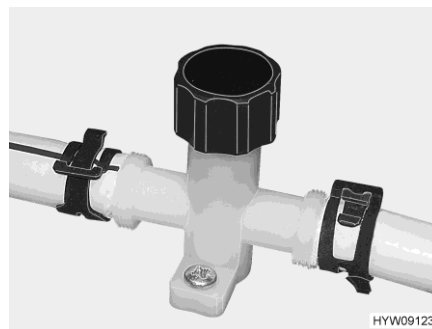
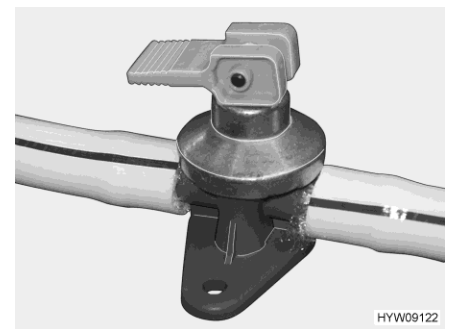

Fig. 161 Llave de desagüe (tubería de agua)
Fig. 162 Llave de desagüe (caldera Alde)
- Cerrar las llaves de desagüe. Para ello, girar el capuchón (Fig. 161) en sentido de las agujas del reloj y colocar el balancín (Fig. 162) en posición horizontal.
- Abrir las llaves de desagüe. Para ello girar el capuchón (Fig. 161) en sentido contrario a las agujas del reloj y colocar el balancín (Fig. 162) vertical.